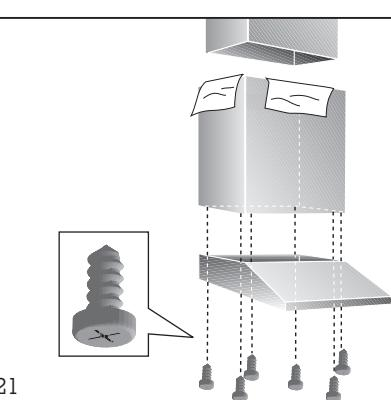

Fig. 21
- Collegate il terminale del camino con la parte inferiore dello stesso mediante 6 viti (3,5 x 9,5 mm) (Fig. 21).